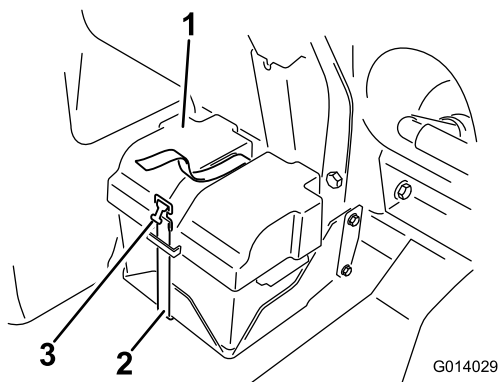

Figura 81
2. Rimuovete il coperchio della batteria e scollegate il cavo di messa a terra negativo (nero) dal polo della batteria (Figura 81).
4. Montate il coperchio della batteria e fissatelo con la cinghia rimossa in precedenza (Figura 81).